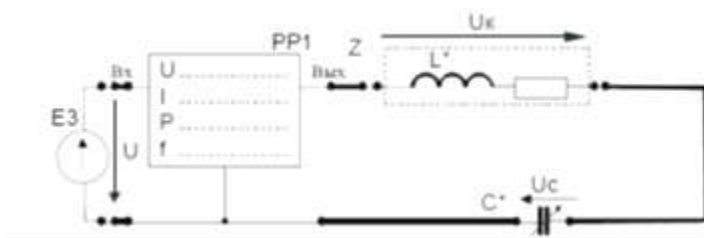

Рисунок 15
4. Собрать электрическую цепь с последовательным соединением реальной катушки индуктивности L^* конденсатора C^* (рис. 15), используя элементы цепи в соответствии с заданным вариантом (табл. 20). Предъявить схему для проверки преподавателю.